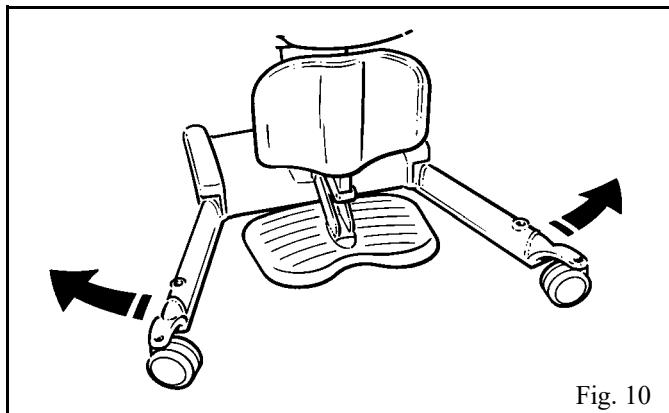

Fig. 10
**Patas de chasis de ancho ajustable:-** Al pulsar el botón apropiado, ya sea en el control manual o en el panel de control doble de la grúa, las patas del chasis podrán abrirse hasta cierta anchura variable (véase la fig. 10). Cuando se suelta la presión sobre el botón, el movimiento se detendrá y las patas del chasis permanecerán sujetas con seguridad en su posición.